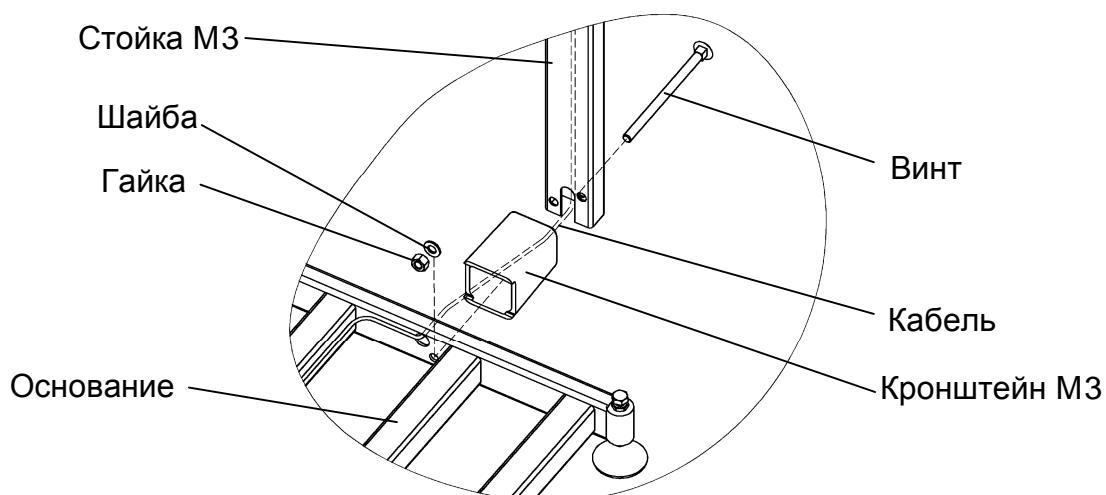

Рисунок 6.4 - Крепление прямоугольной стойки к основанию весовой платформы TB-M\_P3
- протянуть кабель весовой платформы через кронштейн и стойку (см. рис.6.4);